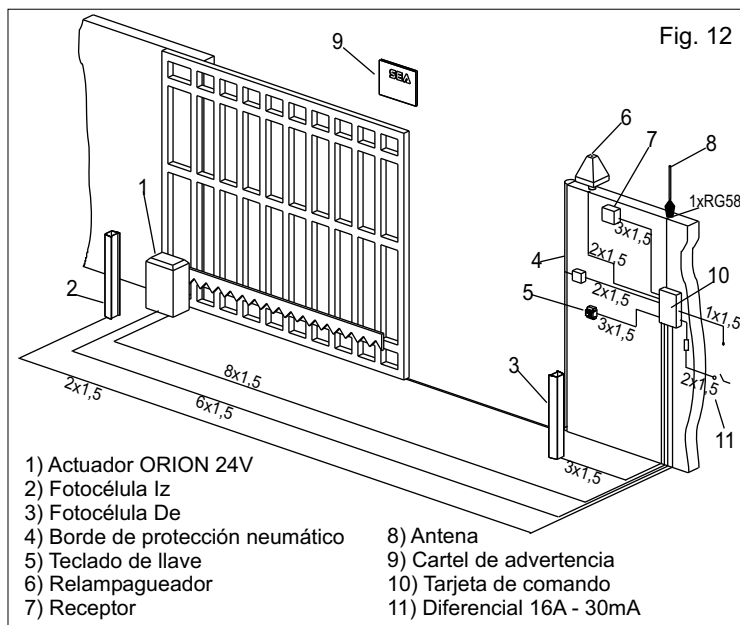

Fig. 12
7. CONEXIONES ELÉCTRICAS (Fig. 12)